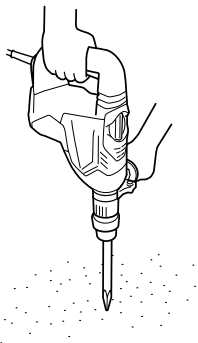

Fig. 6
2. Comment buriner ou démanteler (Figure 6)